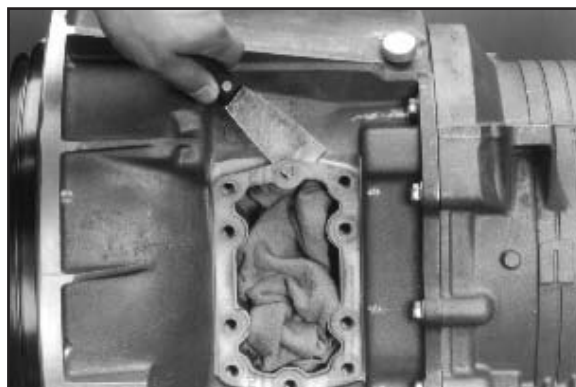

Abb. 7
7. Die Dichtung entfernen und die Seitenplatten-Dichtfläche reinigen (**Abb. 7**).